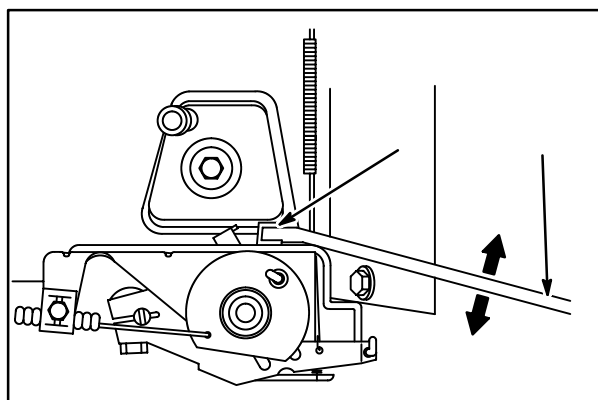

Fig. 45
10. Flexione o acoplador (8) com a ferramenta **19352** (1) para obter a RPM máxima sem carga desejada, **Fig. 45**.